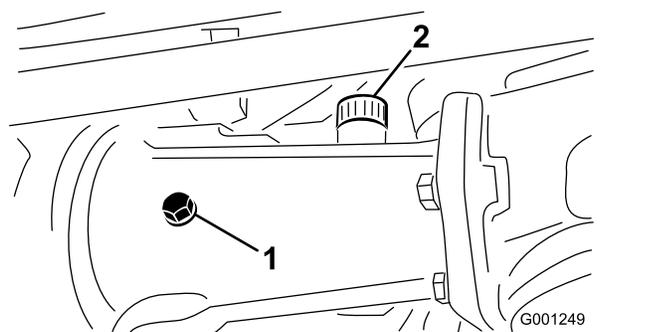
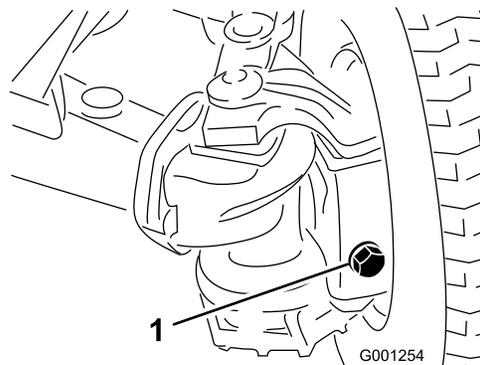

Рисунок 59
Рисунок 60
2. Выверните контрольную пробку из среднего картера моста и самого моста, а также заливную/ контрольную пробки из каждого наружного картера моста (Рисунок 59 и Рисунок 60).
3. Убедитесь, что уровень масла доходит до резьбы в нижней части каждого отверстия, где снята пробка (Рисунок 59 и Рисунок 60).
- A. Для заполнения среднего картера моста снимите заливную пробку (Рисунок 59).
- B. Долейте масло указанного типа для заднего моста в картер(ы) моста так, чтобы уровень масла доходил до нижнего уровня контрольных отверстий (Рисунок 59 и Рисунок 60).
- C. Наложите тефлоновый уплотнитель (если он удален) на резьбу заливной пробки и заверните ее в картер (Рисунок 59).
5. Наложите тефлоновый уплотнитель на резьбу контрольной пробки, снятой со среднего картера моста, и на резьбу заливных/контрольных пробок, снятых с двух наружных картеров моста (Рисунок 59).
6. Заверните контрольную пробку в средний картер моста и заливную/ контрольную пробки в 2 наружных картера моста (Рисунок 59 и Рисунок 60).
8. Наложите тефлоновый уплотнитель на резьбу контрольной пробки, снятой со среднего картера моста, и на резьбу заливных/контрольных пробок, снятых с двух наружных картеров моста; см. Рисунок 59 и Рисунок 60 в разделе Проверка уровня масла в заднем мосту (страница 59).
9. Заверните контрольную пробку в картер среднего моста и заливную/ контрольную пробки в 2 наружных картера моста; см. Рисунок 59 и Рисунок 60 в разделе Проверка уровня масла в заднем мосту (страница 59).